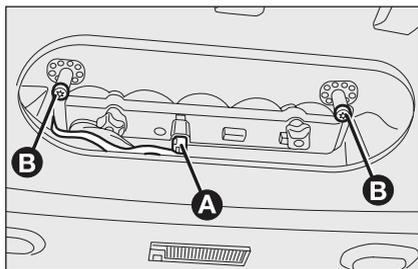

Рис. 25
- роз'єднайте електричне рознімання **A (рис.25)**;
- виверніть два подовжніх гвинти **B (рис.25)**;